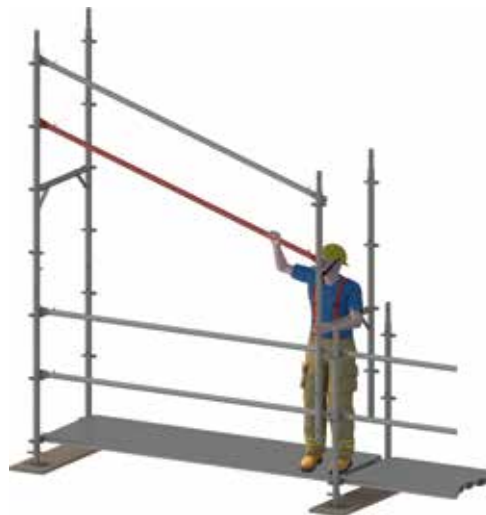

Figure 16 : Montage du deuxième renfort de garde-corps.
5. Le deuxième renfort de garde-corps est monté de la même manière, comme cela est décrit plus haut, dans les cliquets inférieurs de garde-corps (voir la figure 16).